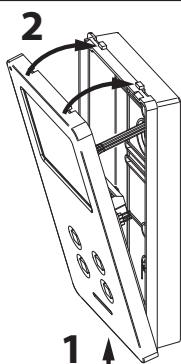

Fig. 7
6. Una volta testato l'impianto ed effettuate le necessarie regolazioni, procedere alla chiusura del videocitofono come mostrato in **Fig. 7**: agganciarlo prima nella parte inferiore quindi nella parte superiore fino allo scatto dell'incastro.